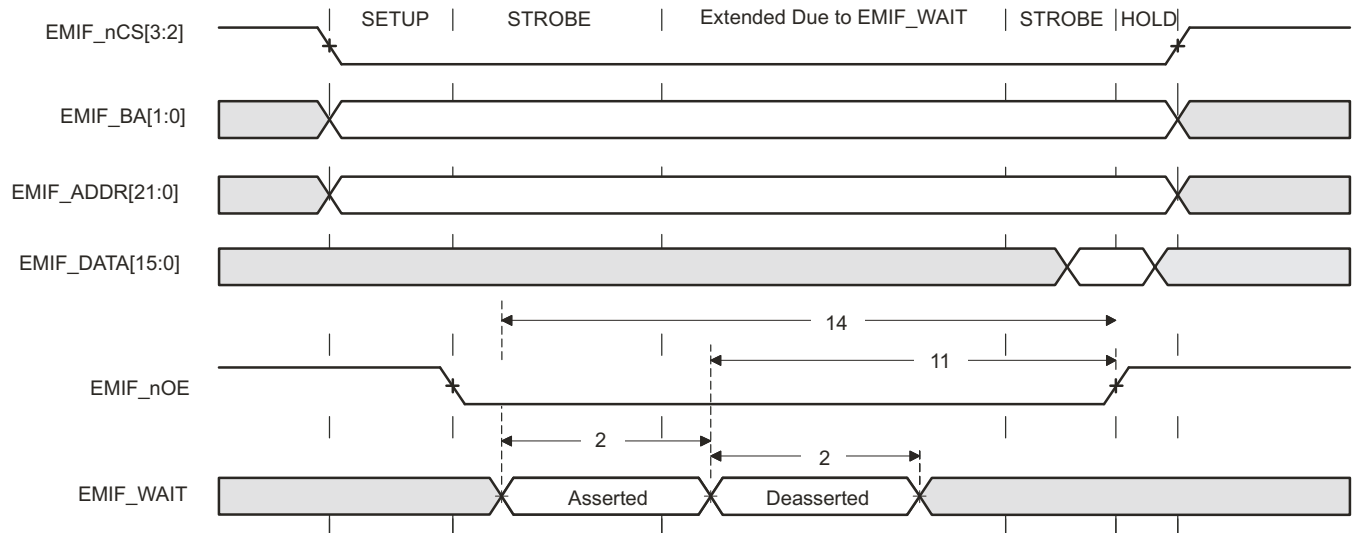

图 5-12. EMIFnWAIT 读取时序要求
(1) 在 STROBE 阶段的末尾前建立 (如果没有扩展等待状态被插入), 此时 EMIFnWAIT 必须被置为有效来添加扩展等待状态。图表图 5-12 和图表图 5-14描述了 EMIF 操作, 此操作包括选通 (STROBE) 阶段的扩展等待状态被插入。然而, 被插入这个扩展等待周期中作为其一部分的周期不应被计算在内; 如果没有扩展等待周期, 4E 要求是从保持 (HOLD) 阶段将开始的位置启动。